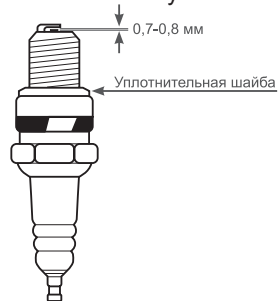

Рис.24 Обслуживание свечи зажигания
4. Измерьте зазор между электродами свечи зажигания специальным щупом. Зазор должен быть 0,7-0,8 мм (Рис.24). При увеличении или уменьшении требуемого зазора, рекомендуется заменить свечу, так как регулировка зазора может привести к изменению качества искрообразования.